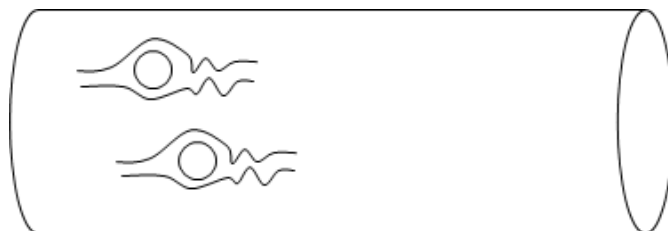

Рис. 114. Задача об обтекании двух шаров в цилиндрической трубе.
3. Моделирование обтекания двух шаров в цилиндрической трубе (рис. 114).